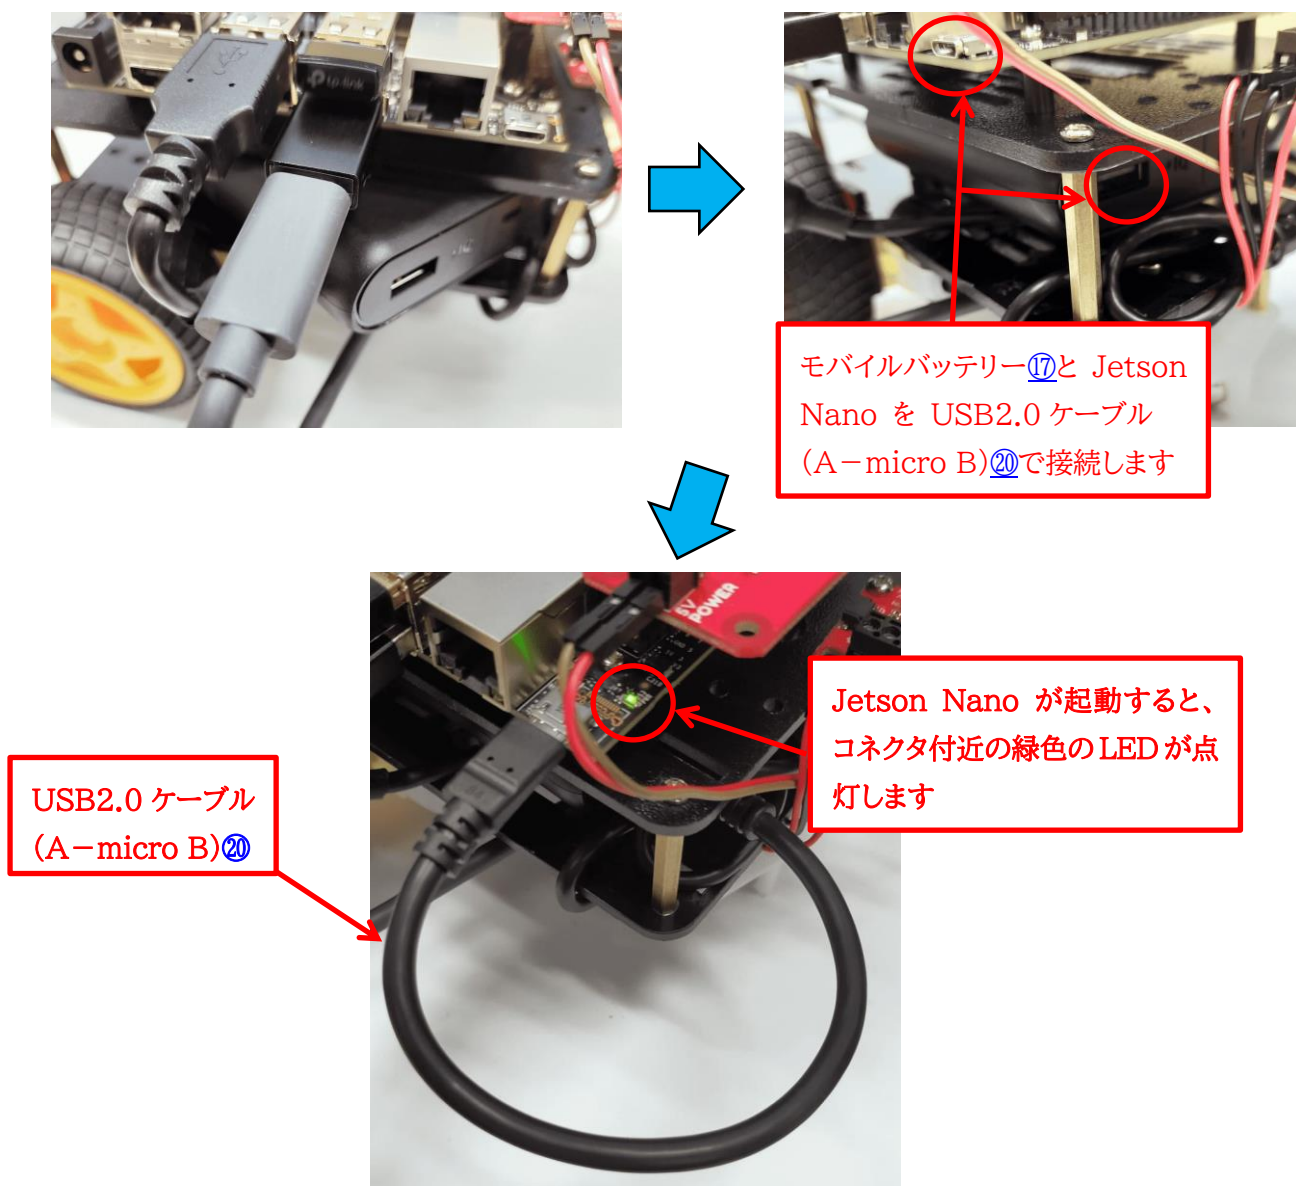
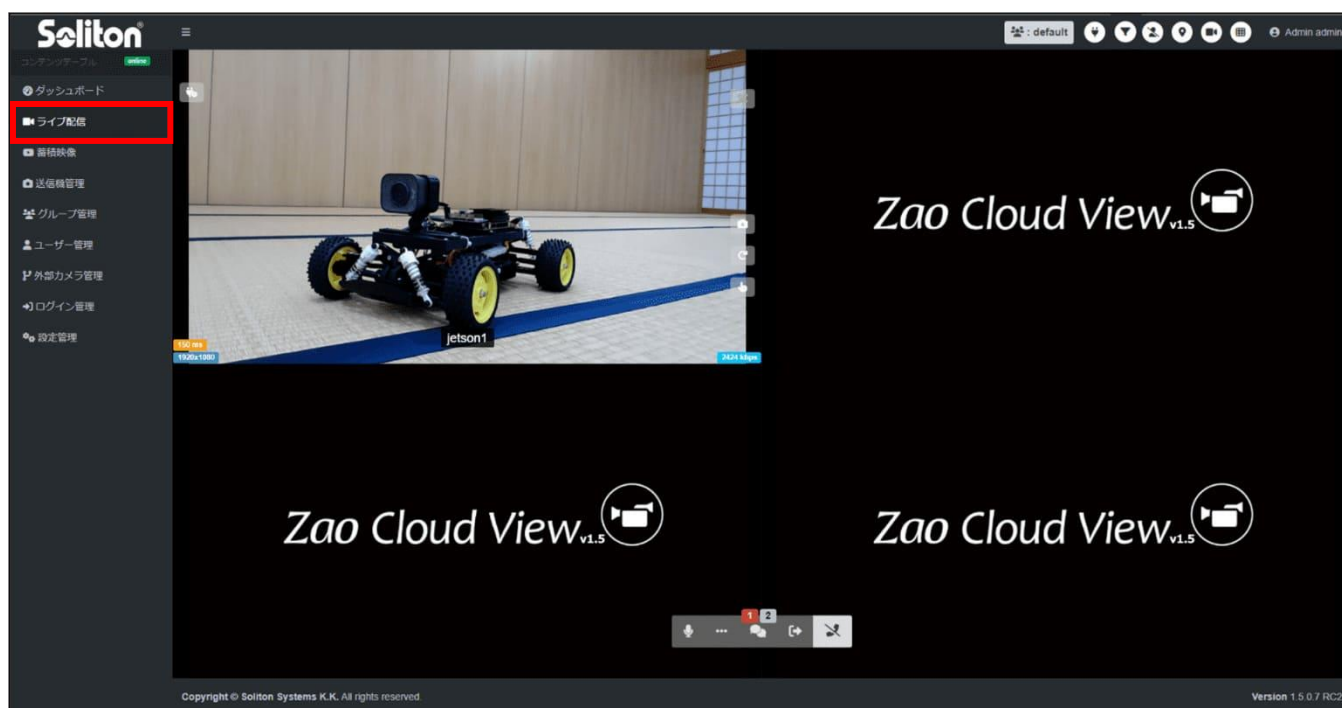

図 2-22 モバイルバッテリーの接続
図 3-4 ライブ配信画面
モバイルバッテリー⑰を上部プレートと下部プレートの間のおきます。モバイルバッテリーをmicroUSB ケーブル⑳で、図 2-22 のように Jetson Nano と接続します。モバイルバッテリーが充電されていれば、接続時に Jetson Nano が起動します。Jetson Nano が起動するとコネクタ付近の緑色の LED が点灯します。
- ラジコンカーの Jetson Nano の電源をOnした後(Jetson Nano の電源 On については、図 2-22 を参照)、Zao Cloud View のライブ配信を選択するとラジコンカーから送信された映像が図 3-4 のように表示されます。
2. 図 2-22 のようにモバイルバッテリーを接続して、ラジコンカーの電源を On し、ライブ配信を開始します。
1. 図 2-22 で説明しているモバイルバッテリーと Jetson Nano の接続を一旦、外して電源を Off にします。
4. モバイルバッテリーと Jetson Nano を再度、図 2-22 のように接続して電源を On にします。